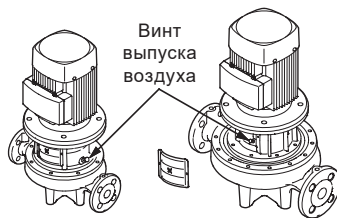

Рис. 31 Воздухоотводный винт
1. Закрывать запорный клапан на стороне нагнетания насоса и открыть винт выпуска воздуха в промежуточном корпусе насоса. См. рис. 31.
2. Отвернуть винт выпуска воздуха. См. рис. 31.
3. При пуске из насоса нужно удалить воздух, вывинтив для этого расположенный в промежуточном корпусе насоса винт выпуска воздуха до тех пор, пока из отверстия для выпуска воздуха не потечет рабочая жидкость. См. на рис. 31.